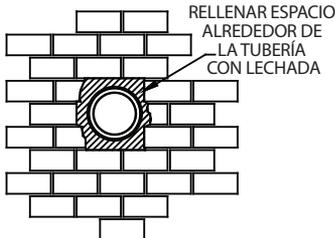

Figura 27
7. Una vez que la sección de tubería horizontal esté en su lugar, el espacio entre el tubo y la mampostería puede rellenarse con lechada a alta temperatura, si se desea (**Figura 27**).